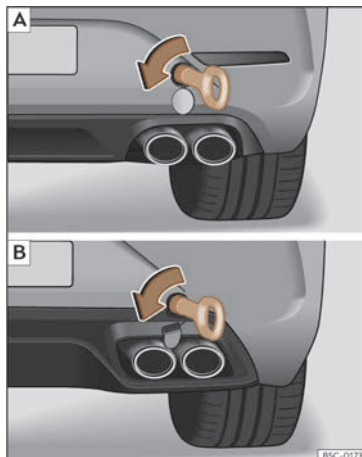

Fig. 51 Du côté droit du pare-chocs arrière : œillet de remorquage vissé. [A] Leon Sportstourer; [B] Leon.
- Vissez l'œillet de remorquage dans le logement en le faisant tourner au maximum **dans le sens inverse des aiguilles d'une montre** » **fig. 51** » **!**. Utilisez un objet approprié pour visser fermement et entièrement l'œillet de remorquage dans son logement.